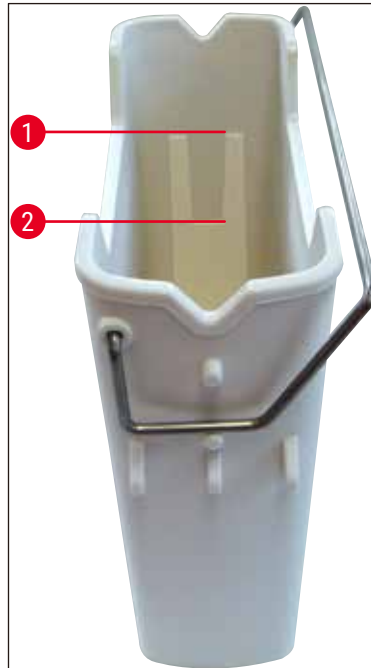

図17
- » 試薬容器にハンドルが正しく取り付けられているか確認します。必要に応じて、(→ 図17) に従い、ハンドルを取り付けます。